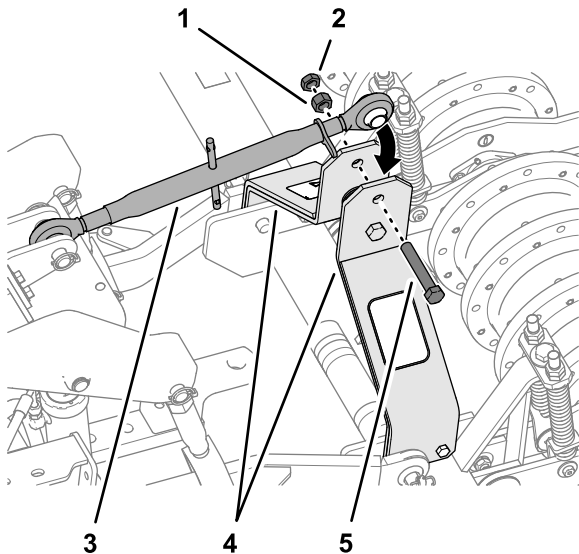

Рисунок 18
6. Подсоедините другой конец верхней тяги 3-точечного сцепного устройства к подъемным рычагам азратора (Рисунок 18) с помощью болта ($\frac{3}{4}$ x 4 дюйма), гайки ($\frac{3}{4}$ дюйма) и контргайки ($\frac{3}{4}$ дюйма).